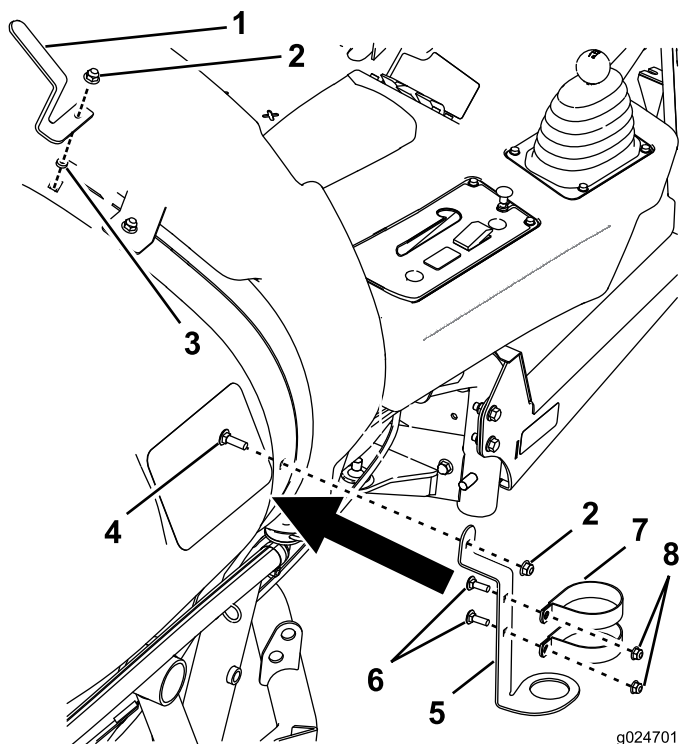

Figure 3
3. Montez le support du pistolet-pulvérisateur et le support du flexible (Figure 3).